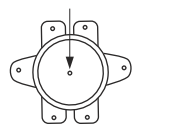

Рис. 16
- для горизонтальных водонагревателей серии FS2/FS6/FE2: нажать до щелчка кнопку, расположенную по центру термовыключателя, который находится рядом с ТЭНом (имеет круглую форму), рис.16;